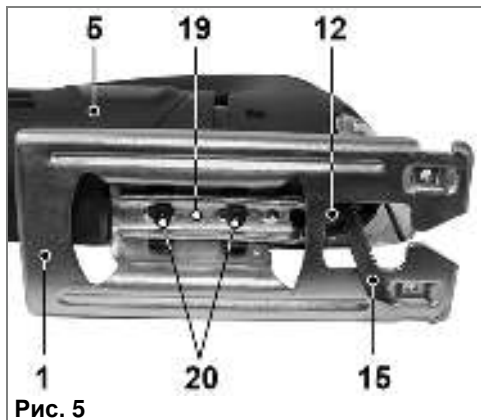

Рис. 5
7.4. Наклон подошвы (Рис. 5, 6). Для моделей ЛЭ-500/45 и ЛЭ-500/45Э.
7.3. Установка опорного ролика (Рис.5). Для моделей ЛЭ-500/45 и ЛЭ-500/45Э.